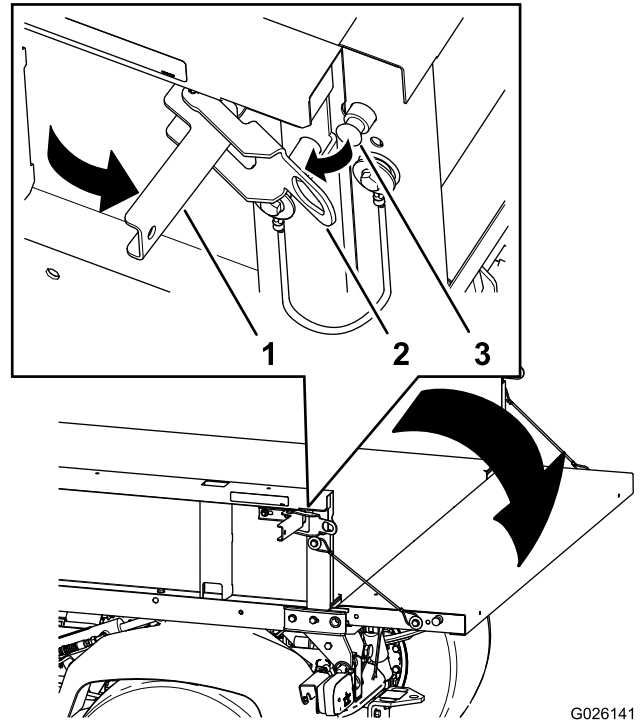

Bild 13
2. Öffnen Sie die Riegel an der rechten und linken Seite der Staubbox (**Bild 13**) und senken Sie die Heckklappe ab.